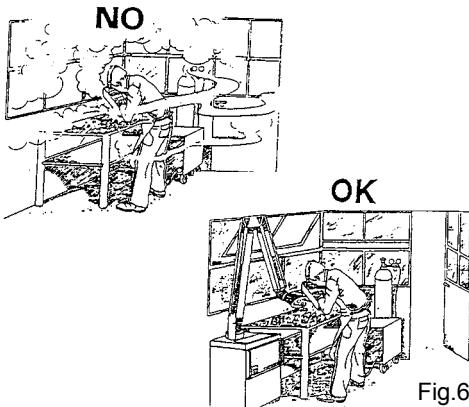

Fig.6
- Los gases, los humos insalubres o peligrosos para la salud de los trabajadores deben captarse (a medida que se producen) lo más cerca y eficazmente posible de la fuente de emisión de modo que las posibles concentraciones de contaminantes no superen los valores límite permitidos por la normativa local vigente (Fig. 6);